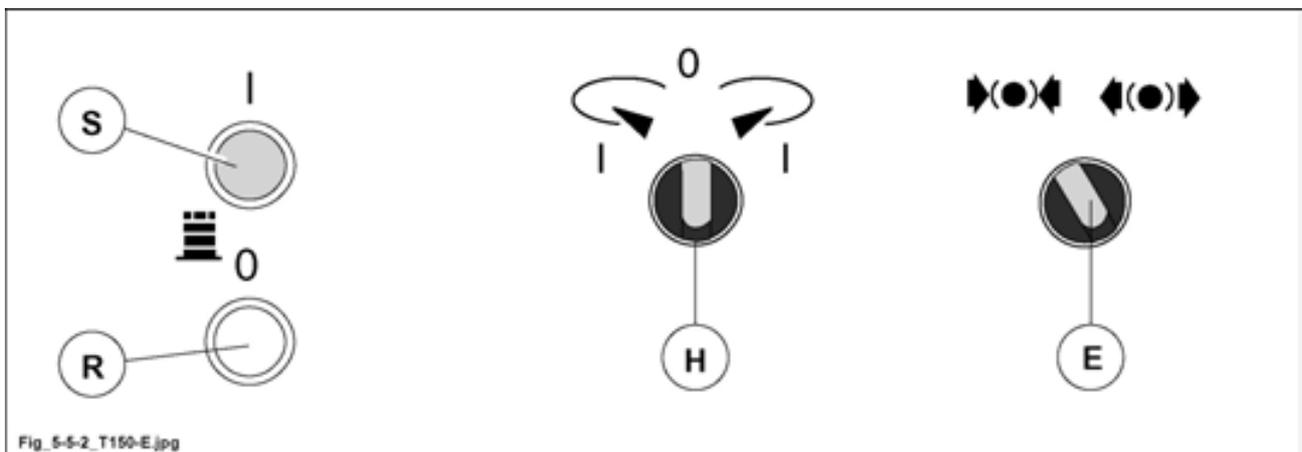

Fig. 5.5-2
- 1) Tourner le sélecteur (H fig. 5.5-2) sur  (le sélecteur demeurera en position).
- 3) Appuyer sur le bouton (S fig. 5.5-2) et attendre l'allumage du témoin lumineux .
Appuyer sur le bouton (R fig. 5.5-2)  .
- 1) Tourner le démarreur (C fig. 5.5-2) sur 0.
- 1) Tourner le sélecteur (H fig. 5.5-2) sur  et le maintenir en position (le sélecteur s'allumera).
- 2) Appuyer sur le bouton (S fig. 5.5-2) et attendre l'allumage du témoin lumineux.
- 3) Lâcher le sélecteur (H fig. 5.5-2) qui retournera en position centrale.
Appuyer sur le bouton (R fig. 5.5-2).